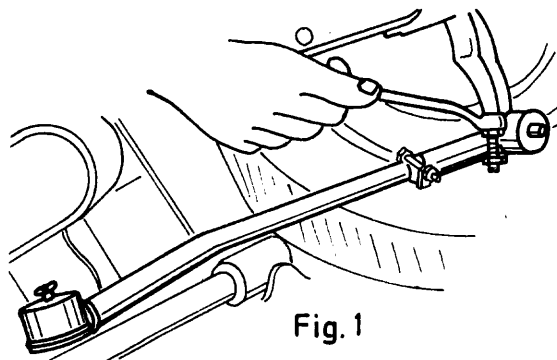

Fig.1
- 7º paso - *Desconecte el extremo de la barra* de dirección del muñón (fig.1).